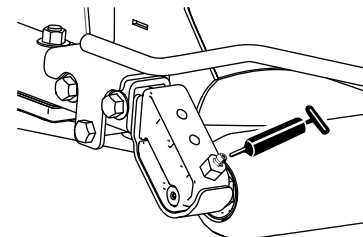

Figura 44
- 2 (per apparato di taglio) cuscinetti del rullo posteriore (Figura 44)